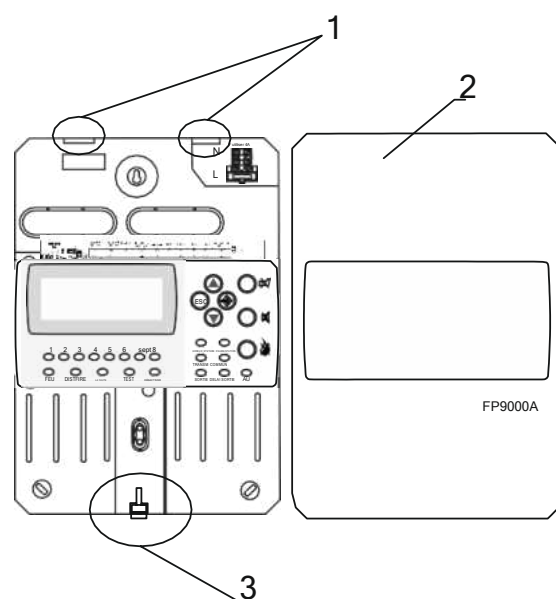

Figure 2
- Ouvrez le capot avant (Fig. 2).
- Retirez le couvercle avant en dévissant la vis sous le panneau avant (Fig. 2, position 3).
- Remplacez le couvercle avant en montant le couvercle sur le boîtier du circuit imprimé et fixez avec la vis en suivant la description de la Fig.2 dans l'ordre inverse.